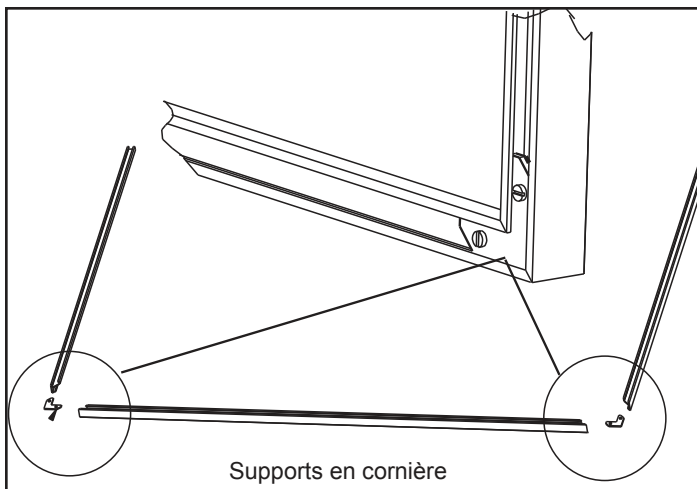

Figure 20.2
4. Visez les supports en cornière en utilisant un tournevis à tête plate. **Figure 20.2.**